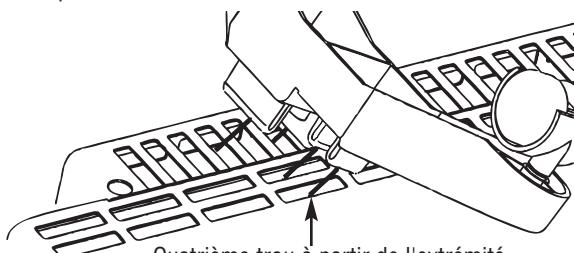

Figure 1
1. Si l'appareil de chauffage doit être utilisé comme unité **autonome**, il faut fixer dessus ses pieds de support. Sortez ces deux pieds de la boîte d'accessoires. Posez l'appareil sur le sol, insérez les deux pieds dans les trous rectangulaires sur les côtés droit et gauche près de l'extrémité du bas de l'appareil, en vous assurant de bien adapter les 4 fixations de chaque pied dans les trous (voir la Figure 1). Appuyez fermement pour enclencher en position (un petit tournevis plat peut être nécessaire pour insérer les clips). Une fois les deux côtés équipés, remettez l'appareil de chauffage droit sur ses roulettes, et passez à la **MISE EN ŒUVRE**.